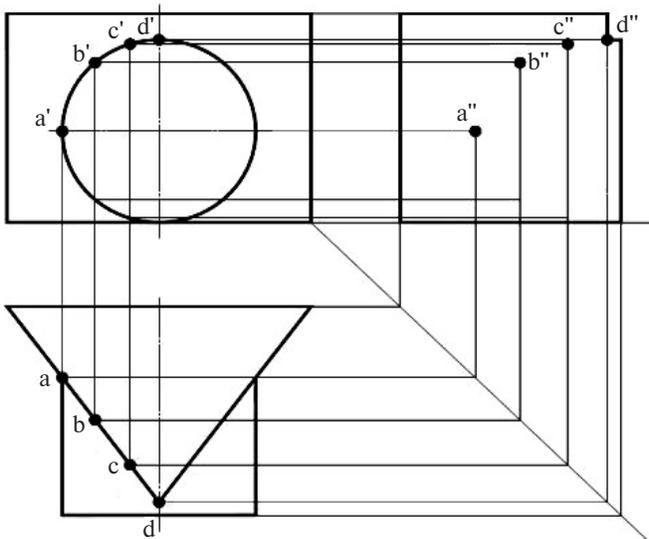

Рис. 35. Построение фронтальных и профильных проекций точек
5. Построить фронтальные и профильные проекции точек a, b, c, d (рис. 35);